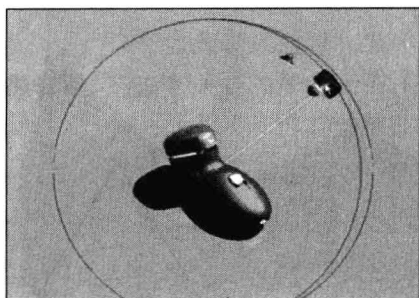

图 1-13 渲染
(12) 野火 4.0 在渲染方面有了很大的改进,除了提供了场景的编辑和保存功能外,还推出了全新的球形灯光控制方法,可以通过拖拽在 3D 空间内精确的进行灯光控制,如图 1-13 所示。